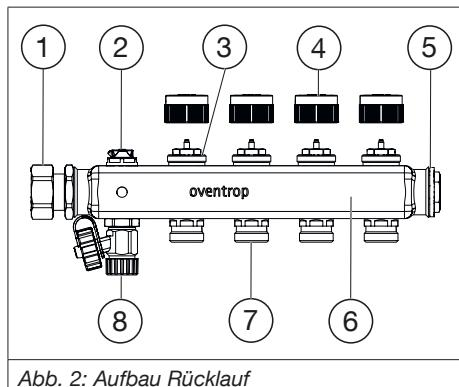

Abb. 2: Aufbau Rücklauf
Verwenden Sie die Entlüftungsstopfen (siehe Abb. 1 auf Seite 7 und Abb. 2 auf Seite 8 (2)) zum Entlüften der Anlage. Sie können die Anlage auch im laufenden Heizbetrieb entlüften.